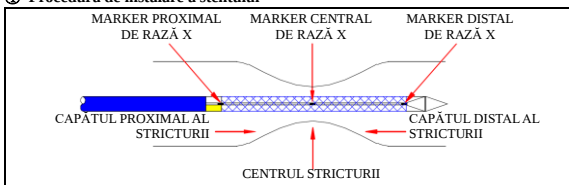

Figura 4
- Atunci când markerul central de raze X ajunge în centrul stricturii țintă, continuați să trageți înapoi conectorul în formă de până când stentul este complet instalat. (A se vedea Figura 4, 5)